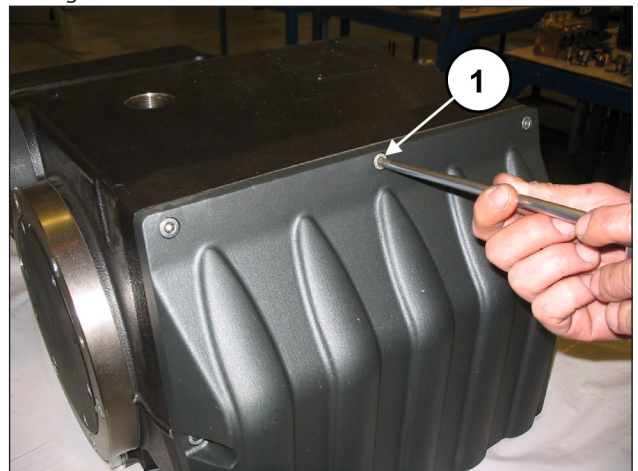

Abb. 9
Lösen Sie die Befestigungsschrauben des Gehäusedeckels (Pos. ①, Abb. 9) und entfernen Sie den Deckel. Ziehen Sie den O-Ring ab und ersetzen Sie diesen bei Bedarf.